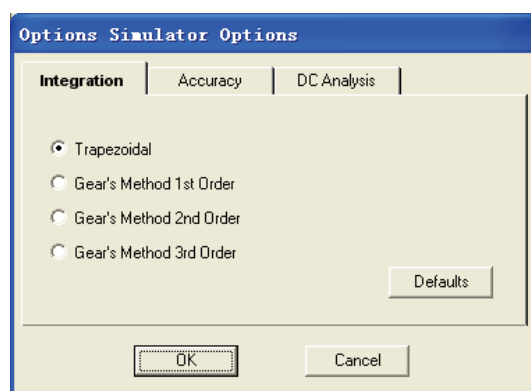

图 11-50 “Integration”选项卡
(2) 执行菜单命令“Options”→“Simulator”，弹出“Options Simulator Options”对话框，在“Integration”选项卡中，单击 **Defaults** 按钮，选择默认的积分方法，如图 11-50 所示。